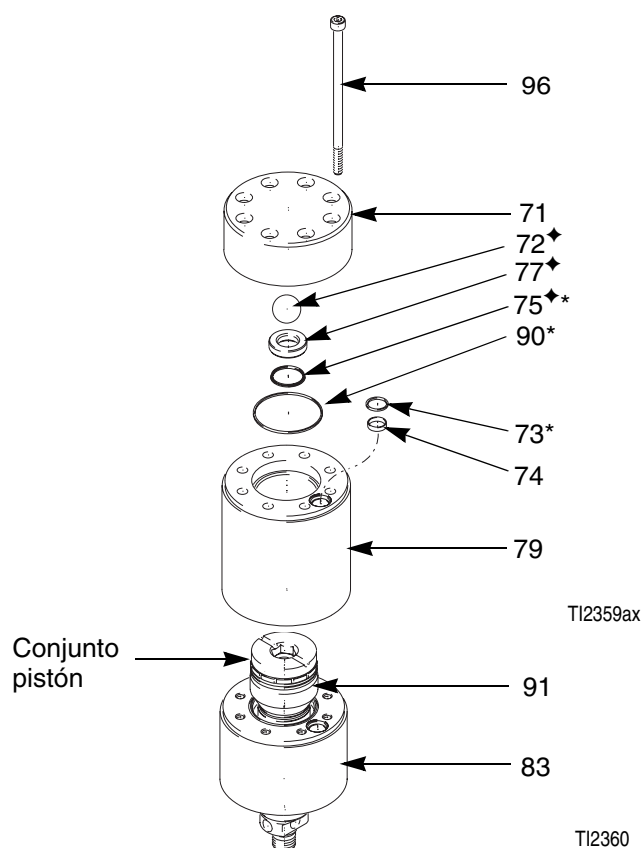

Fig. 11
2. Afloje y retire los tornillos (96). Vea FIG. 11.
3. Retire el alojamiento de la válvula (71). Se consigue así acceso a la válvula de presión. Inspeccione la bola (72\*) y el asiento (77\*) y reemplácelos si estuvieran desgastados.
6. Instale el conjunto del pistón en el alojamiento de la empaquetadura (83). Instale los sellos (80\*, 74, y 73\*) en el alojamiento de la válvula (83). Reemplace los sellos 73\* y 80\* según sea necesario. Vea FIG. 11.
7. Instale el cilindro (79). Reemplace el cilindro si muestra signos de desgaste.
8. Instale los sellos (90\*, 74, y 73\*) en el cilindro (79). Reemplace los sellos (90\* y 73\*) según sea necesario.
10. Instale el alojamiento de la válvula (71).
11. Instale los tornillos (96) y apriete a un par de 24.4–25.8 N.m.